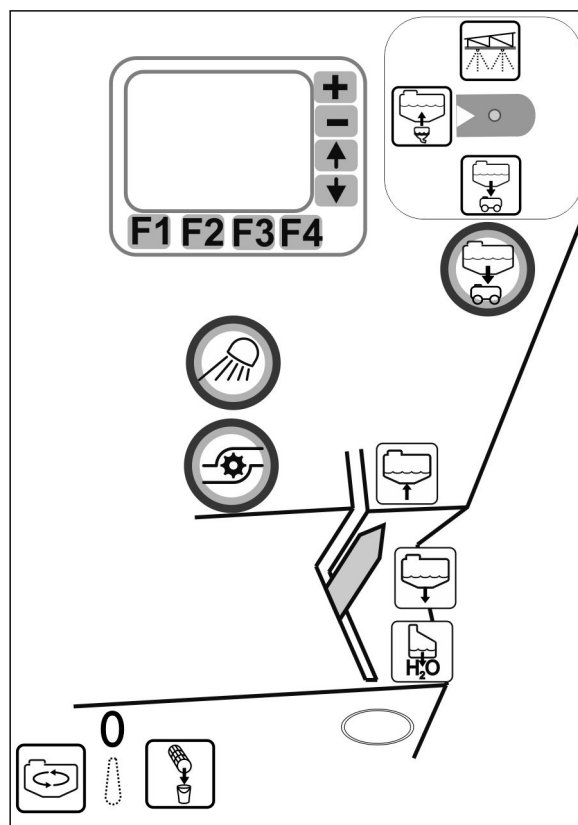

Fig. 145
- Nettoyer le filtre d'aspiration (Fig. 145) quotidiennement après le nettoyage du pulvérisateur.
- Lubrifier les joints toriques en bas sur le filtre d'aspiration (Fig. 145/4).
1. Desserrez le couvercle du filtre d'aspiration (Fig. 145/2).
2. Retirez le couvercle avec le filtre d'aspiration (Fig. 145/3) et nettoyez à l'eau.
6. Desserrez le couvercle du filtre d'aspiration (Fig. 145/2).
7. Actionnez la vanne de purge sur le filtre d'aspiration (Fig. 145/1).
8. Retirez le couvercle avec le filtre d'aspiration (Fig. 145/3) et nettoyez à l'eau.